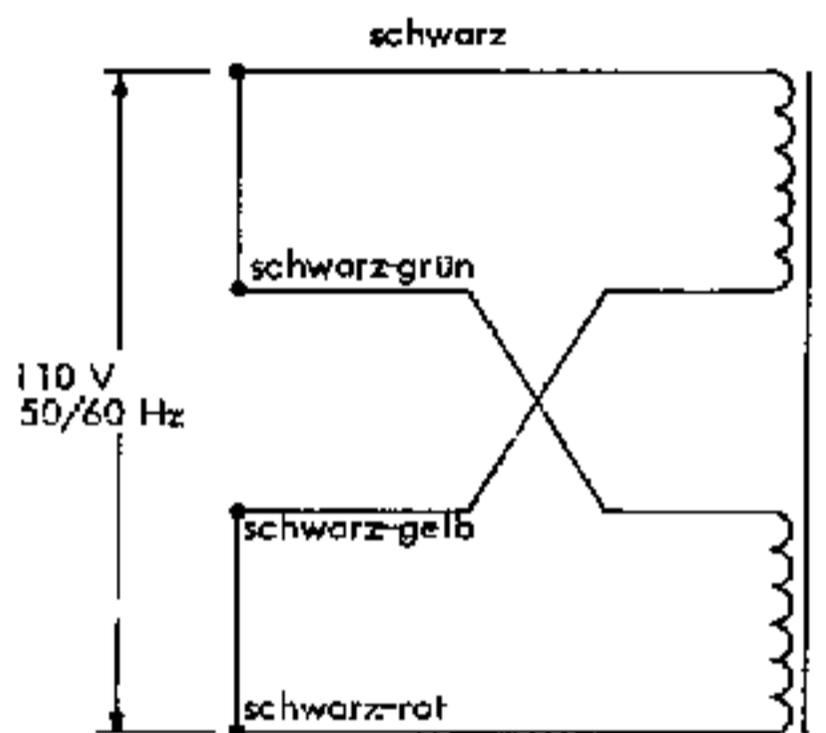

ABBILDUNG 1E
- () Bauen Sie entsprechend Abb. 1E das 500 k Ω -Potentiometer mit Schränkklaschenbefestigung (Teile-Nr. 10-60) bei G auf der Chassis-Unterseite ein. Führen Sie dazu die Schränkklaschen durch die Schlitzlöcher im Chassis-Blech, bis das Potentiometer fest am Chassis anliegt. Sichern Sie es dann in dieser Lage, indem Sie die Schränkklaschen mit Hilfe einer Flachzange um etwa eine Achteldrehung nach rechts biegen.